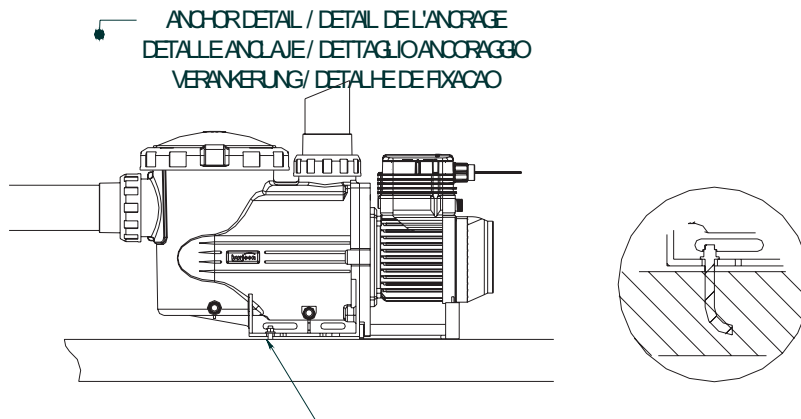

Fig. 2
- Per collegare le tubazioni, incollare i tubi e i raccordi, forniti in dotazione con la pompa; i raccordi di montaggio alle aperture di aspirazione e di ritorno sulla pompa sono filettati e dotati di guarnizioni al fine di prevenire eventuali perdite d'acqua (Fig. 2).
- Montare il tubo di ritorno in modo completamente perpendicolare e centrato rispetto all'apertura da collegare al fine di evitare di sottoporre la pompa e il tubo a sollecitazioni esterne che, oltre a rendere difficoltoso il montaggio, possono provocare la rottura delle parti (Fig. 2).
- Montare il tubo di aspirazione con una leggera pendenza del 2% verso la pompa al fine di evitare la formazione di sacche d'aria (Fig. 2).